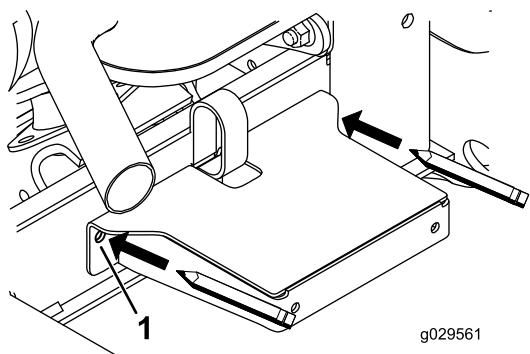

Figura 19
8. Utilizzate il supporto del telaio come riferimento per individuare e contrassegnare gli altri 2 fori di montaggio del parafango sul telaio (Figura 19).